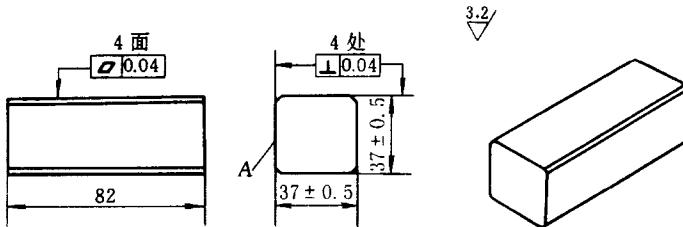

图 1-2-12 铣削窄平面
(1) 工件图样见图 1-2-12，材料为 Q235，其坯料为 $\phi 55 \times 82$ 的车削件。
(2) 錾削参考步骤。
① 錾削第一面。以圆柱母线为基准划出第一个加工平面加工线，然后按线錾削，达到要求。
② 以第一平面为基准，划出相距为 37 mm 对面的第二个加工平面加工线，按线錾削，达